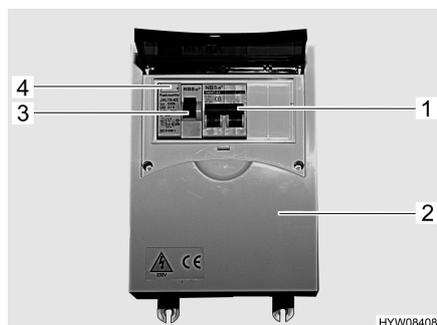

Fig. 47 Scatola dei fusibili a 230 V con interruttore di sicurezza e interruttore automatico FI
- Disattivare l'interruttore di sicurezza (Fig. 47,1) nella scatola dei fusibili (Fig. 47,2).
- Se il veicolo è collegato all'alimentazione a 230 V, premere il tasto di controllo (Fig. 47,4) dell'interruttore di sicurezza per correnti di guasto (interruttore automatico FI) (Fig. 47,3) nella scatola dei fusibili (Fig. 47,2). L'interruttore di sicurezza per correnti di guasto deve scattare.
- Riattivare l'interruttore di sicurezza per correnti di guasto (Fig. 47,3).